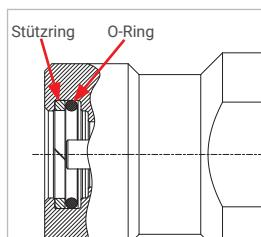

Abbildung 6
- ▶ Kontrollieren Sie vor dem Einsetzen des Nippeleinsatzes (Pos. 7) die beiden Dichtelemente (O-Ring und Stützring, Abbildung 6) auf korrekte Einbaureihenfolge, richtigen Sitz und Beschädigung.